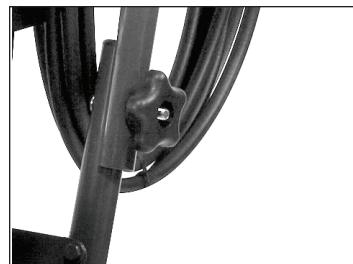

Figura 1 – Ensamblaje del mango
- Deslice el ensamblaje del mango sobre las patas inferiores de la base del carro. Utilice la tuerca y el perno estándar para asegurar la pata trasera derecha. Vea la Figura 1.